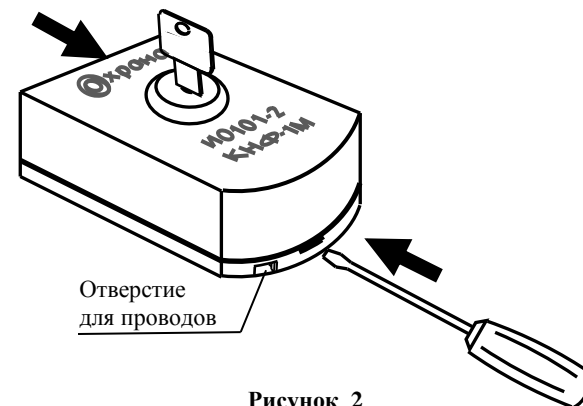

Рисунок 2
- вставить ключ в замок и повернуть его против часовой стрелки до упора. Ключ должен находиться в положении, приведенном на Рис. 2;
- вставить лезвие отвертки в паз на овальной стенке основания (Рис. 2);
- удерживая основание, нажать на крышку до щелчка (Рис.2);
6.2.2 Сформировать с помощью бокорезов отверстие для проводов (Рис.2).